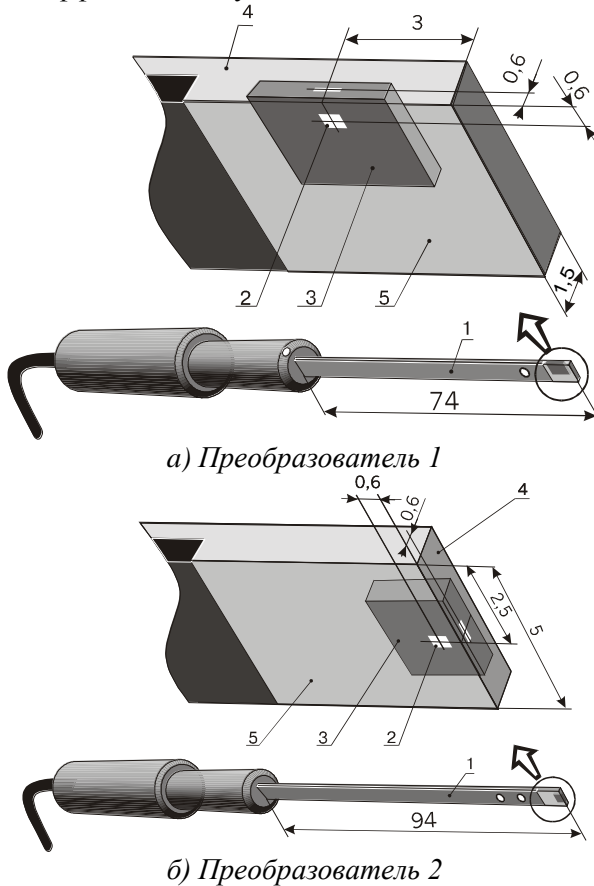

Рис. 2.3 Преобразователи к магнитометру дефектоскопическому МФ-23ИМ
2.4.2 Преобразователи 1и 2 (см. рис.2.3) маркируются соответственно одной или двумя цветными точками на щупе 1 и содержат собственно преобразователь 2 Холла, который находится в микросхеме 3, расположенной на конце щупа 1. Щуп имеет две рабочие плоскости 4 и 5. Плоскость кристалла преобразователя Холла 2 параллельна плоскости 5 щупа и центр кристалла расположен на расстоянии 0,6 мм от рабочих плоскостей 4 и 5 щупа 1. Для измерения тангенциальной к поверхности изделия составляющей магнитного поля необходимо щуп 1 прижать к этой поверхности плоскостью 4, а для измерения нормальной к поверхности изделия составляющей магнитного поля щуп 1 надо прижать к этой поверхности плоскостью 5.